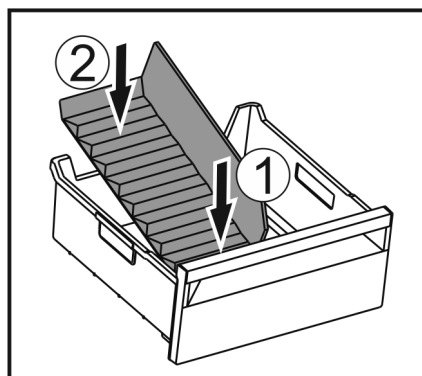

Fig. 62
- ▶ Installer la partie avant du séparateur de congélateur. Fig. 62 (1)
- ▶ Abaisser la partie arrière du séparateur de congélateur jusqu'au fond du tiroir. Fig. 62 (2)